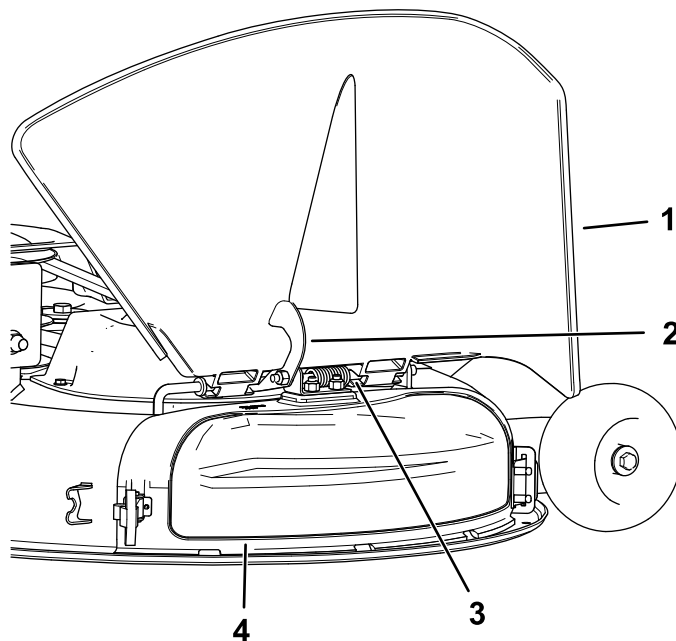

Bild 16
4. Lösen Sie den hakenförmigen Riegel oben an der Auswurfkanalabdeckung von der Gelenkstange (Bild 16).
5. Haken Sie oben an der Auswurfkanalabdeckung den hakenförmigen Riegel um die Gelenkstange des Ablenblechs (Bild 16).